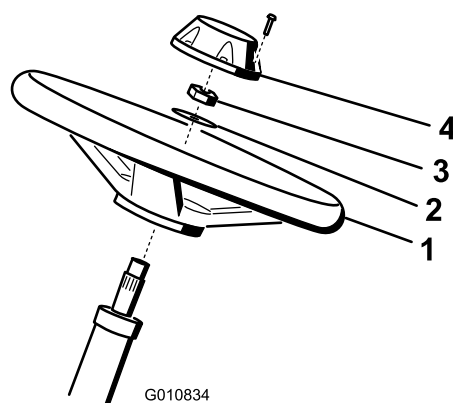

Figura 4
1. Collocate il volante sul piantone (Figura 4).
2. Collocate la rondella sul piantone (Figura 4).
3. Fissate il volante sul piantone per mezzo di un controdado serrato a 27-35 Nm (Figura 4).
4. Montate il coprimozzo sul volante e fissatelo con l'aiuto di una vite (Figura 4).